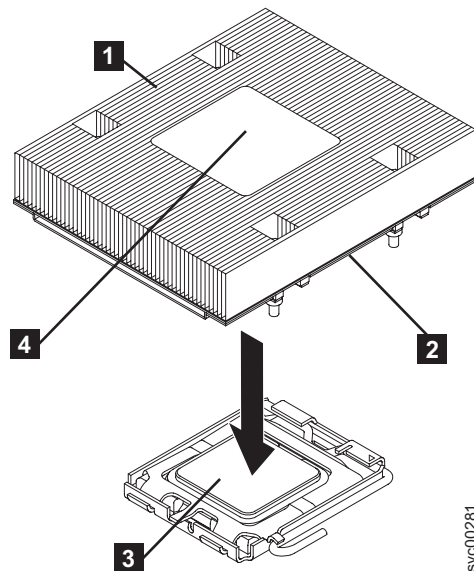

図 188. ヒートシンクの取り付け
7. ヒートシンク **1** をマイクロプロセッサ **3** の上に置きます。熱伝導グリース **2** を下にします (図 188 を参照)。拘束ねじを締めてヒートシンクをシステム・ボードに固定します。ヒートシンクの両側にある各ねじの間を、お互いがぴったり合うように締めながら、固く締まるまで交互に繰り返します。ここで注意すべきは、これらのねじのいずれも締めすぎないことです。